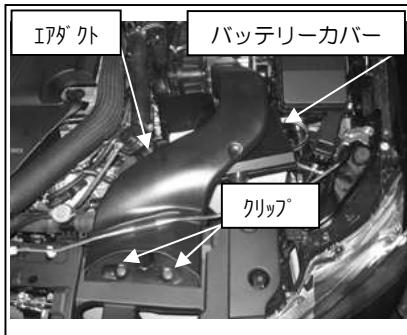

図1
- ①クリップ2ヶ所を外し、エアダクトを取り外します。バッテリーカバーを外し、マイナス端子を切り離します。(図1参照)